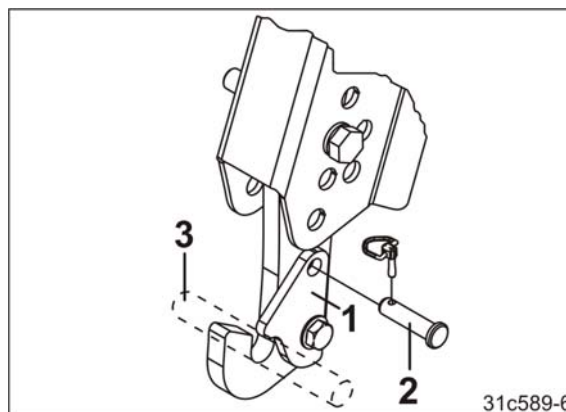

Fig. 108
2. Lås opp låseklaffene (Fig. 108/1).
- 2.1 Trekk ut boltene (Fig. 108/2).
5. Hold de nedre styringspunktene (Fig. 108/3) til såmaskinen ved hjelp av fangkrokene.
7. Sving bort låselaskene (Fig. 108/1) og fest hver med en bolt (Fig. 108/2). Sikre boltene med låsesplinter.